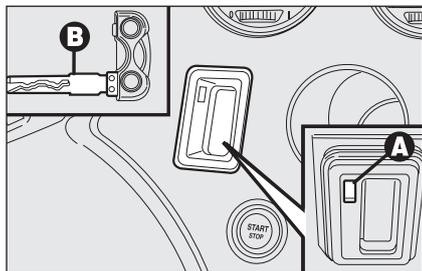

fig. 9
- inserire l'inserto metallico **B-fig. 9** della chiave elettronica nella fessura **A**;
**AVVERTENZA** Non introdurre nella fessura **A-fig. 9** oggetti diversi dall'inserto metallico **B** della chiave elettronica.